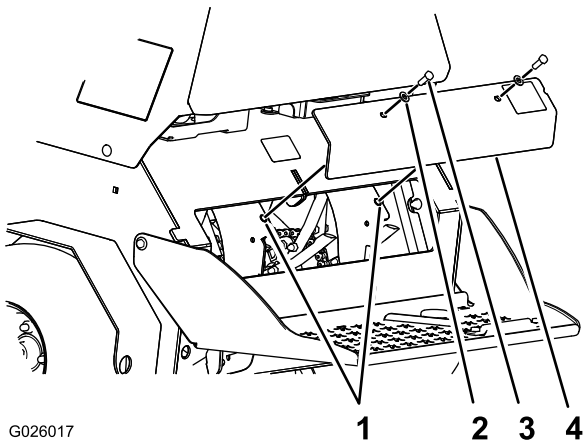

Figure 66
3. Retirez les 2 boulons (3/8 x 1 po) et les 2 rondelles (3/8 po) qui fixent le panneau arrière de la console au châssis, et déposez le panneau (Figure 66).
6. Alignez les trous du panneau arrière et les trous du châssis (Figure 66).
7. Fixez le panneau au châssis au moyen des 2 boulons et des 2 rondelles (Figure 66) que vous avez retirés à l'opération 3; serrez les boulons à un couple de 37 à 45 N·m (27 à 33 lb-po)